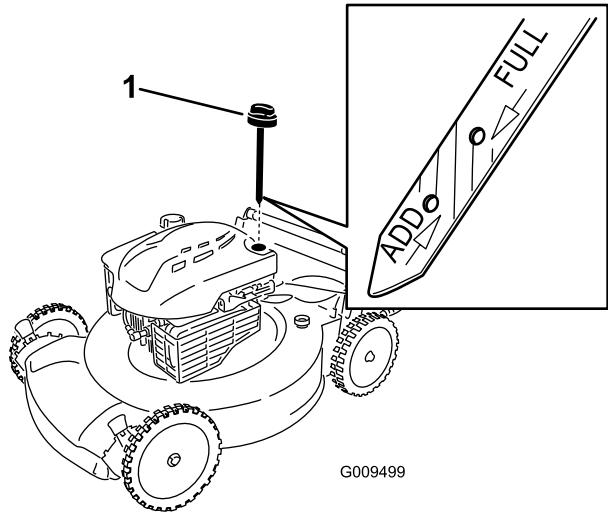

Рисунок 4
2. Выньте щуп, повернув крышку против часовой стрелки и вытянув ее (Рисунок 4).
Примечание: В случае падения уровня масла ниже минимального (отметка «Долить» на масляном щупе), **медленно** залейте небольшое количество масла в заливную горловину маслобака, подождите 3 минуты и повторите операции 3 до 5 повышения уровня масла до максимального (отметка Полный на масляном щупе) (Рисунок 4).